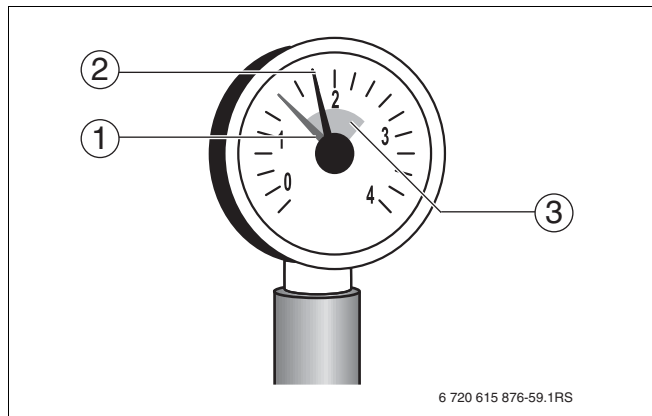

Рис. 7 Манометр для закрытых установок
В закрытых установках стрелка манометра (Рис. 7, поз. 2) должна находиться в зеленой зоне (Рис. 7, поз. 3).
Красная стрелка манометра (Рис. 7, поз. 1) должна быть установлена на требуемое давление. Это давление устанавливает наладчик.
- Проверьте, находится ли стрелка манометра (Рис. 7, поз. 2) в зеленой зоне (Рис. 7, поз. 3).
Если стрелка (Рис. 7, поз. 2) не доходит до зеленой зоны (Рис. 7, поз. 3), то давление воды слишком низкое. Необходимо восполнить потерю котловой воды, долив подпиточную воду. Для заполнения отопительной установки используйте только необработанную водопроводную воду.
- Заполняйте установку подпиточной водой через кран для заполнения и слива до тех пор, пока стрелка манометра (Рис. 7, поз. 2) не перейдет в зеленую зону (Рис. 7, поз. 3).